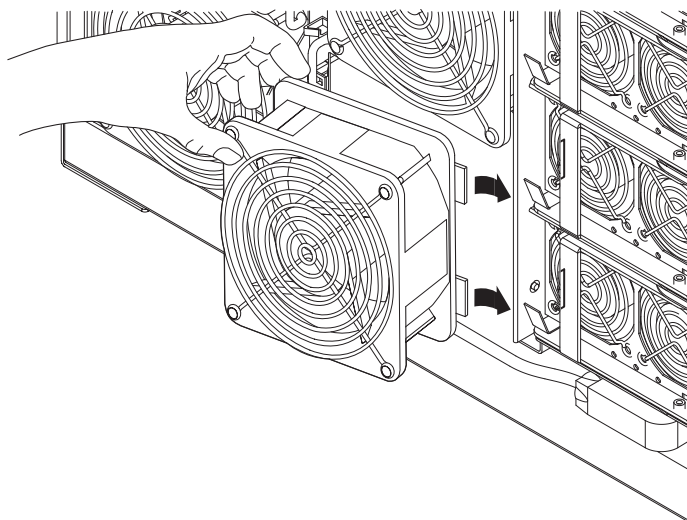

図 7-4 ファントレイへのファンの挿入
3. 金属製のキャリアの 2 つのラグがファントレーの切り込みにはまるように、ファンの位置を合わせます (図 7-4)。